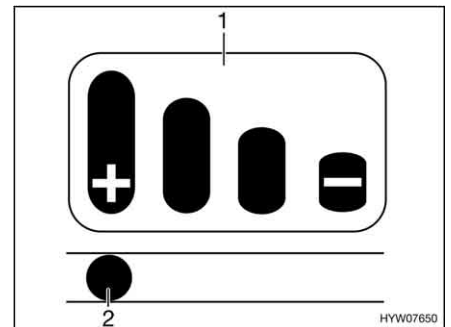

Fig. 194 Témoin d'usure
Un témoin d'usure (Fig. 194) avec diagramme à bâtons (Fig. 194,1) figure sur la poignée d'attelage.
- Quand la goupille (Fig. 194,2) dans le trou oblong se trouve sur la marque avec le signe "+", les garnitures de friction sont encore à l'état neuf.